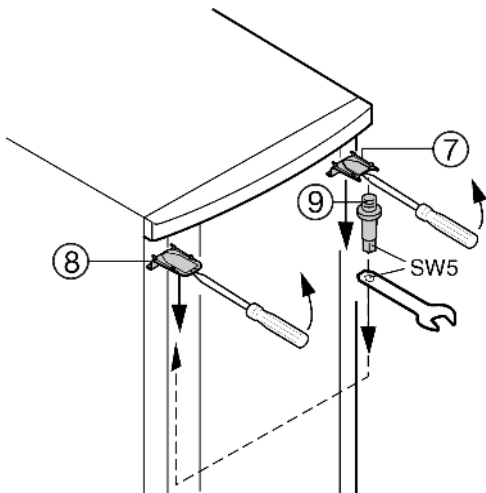

Fig. 5
- ▶ Верхнюю крышку Fig. 5 (7) и крышку Fig. 5 (8) с помощью отвертки выведите вперед из фиксатора и снимите, наклоняя вниз.
- ▶ Выкрутите опорный палец Fig. 5 (9) и вкрутите на противоположной стороне с усилием мин. 4 Нм. Используйте при этом внутренний шестигранник имеющегося в комплекте вильчатого ключа.
- ▶ Снова установите крышку Fig. 5 (7) на стороне опорного пальца: насадите сзади, защелкните спереди.
- ▶ Установите крышку Fig. 5 (8) на противоположной стороне: насадите сзади, защелкните спереди.
- ▶ Навесьте дверцу на опорный палец Fig. 5 (9) и закройте ее.